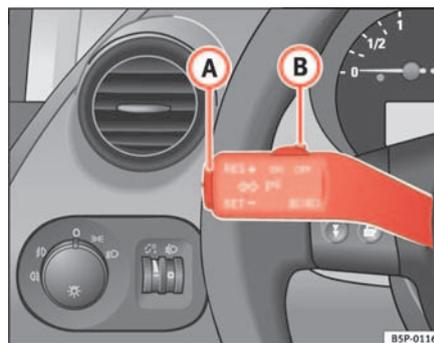

Fig. 143 Levier des clignotants et de l'inverseur-codes : contacteur et touche à bascule pour le régulateur de vitesse
- Appuyez sur la partie supérieure **RES+** de la commande à bascule ⇒ fig. 143 **A** pour augmenter la vitesse. Tant que vous maintenez enfoncée la commande à bascule, le véhicule accélère. Lorsque vous lâchez la commande à bascule, la nouvelle vitesse est mémorisée.
⇒ page 184, fig. 143 **(A)**.